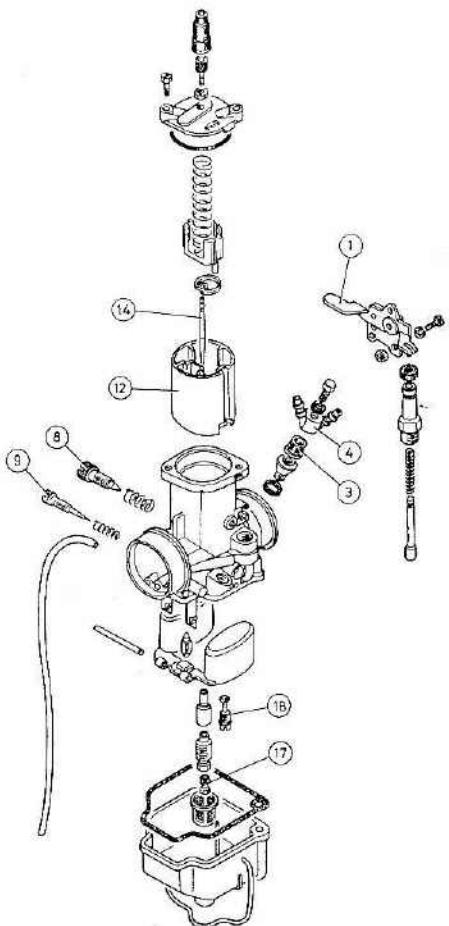

Fig. 11
No obstante, la complejidad de un carburador, a muchos motoristas les interesa conocer sus detalles y particularidades. Para éstos incluimos su dibujo desglosado (Fig. 11).
1. Ajuste de la marcha lenta (ralenti). La marcha lenta adecuada es aquella que permite rodar a muy pocas revoluciones en primera velocidad. Para ello, graduar el tornillo 8 situado en el lado izquierdo del carburador (Fig. 11). Para aumentar o disminuir la marcha lenta se debe roscar o desenroscar dicho tornillo 8.
Para graduar la mezcla se dispone del regulador del aire 9 (Fig. 11), situado en el lado izquierdo del carburador. Para determinar la posición del regulador del aire, poner el motor en marcha lenta, roscar el regulador hasta el fondo y luego desenroscar $\frac{3}{4}$ de vuelta. Si el motor no soporta bien esta graduación, roscar el regulador hasta que el motor tienda a pararse por mezcla demasiado rica. En este momento desenroscar el regulador hasta que el motor tienda a pararse por mezcla demasiado pobre. La graduación más adecuada será la media entre ambas graduaciones.
Cependant, malgré la complexité en général d'un carburateur, beaucoup de motocyclistes désirent en connaître les détails et particularités. Pour cette raison, nous incluons une vue éclatée (Fig. 11).
1. Réglage du ralenti. Le ralenti correct est celui qui permet de rouler en première à peu de tours-minuts. Pour l'obtenir agir sur la vis 8 situé sur le côté gauche du carburateur (Fig. 11). Pour augmenter ou diminuer le ralenti, visser ou dévisser cette vis 8.
Pour régler le mélange, en dispose du régulateur d'air 9 (Fig. 11) situé sur le côté gauche du carburateur. Pour déterminer la position adéquate du régulateur d'air, mettre le moteur à bas régime, visser à fond le régulateur, puis dévisser de trois quarts de tour. Si le moteur ne supporte pas bien ce réglage, visser le régulateur jusqu'à ce que le moteur ait tendance à s'arrêter parce que le mélange est ce que le moteur ait tendance à s'arrêter parce que le trop riche. A ce moment-là, dévisser le régulateur jusqu'à mélange est trop pauvre. Le réglage le plus adéquat sera celui qui est à mi-course entre ces deux réglages.
Although a carbureter is quite complicated, many riders want, to know more about its peculiarities and details, and for them we include an exploded view (Fig. 11).
1. Adjusting the idle. A proper idle allows to run at low r.p.m. in first gear. To obtain this condition, adjust idle screw 8 located on the left side of carbureter (Fig. 11).
To adjust the mixture at idle, use the air screw 9 (Fig. 11) located on the left side of carbureter. To set the air screw, let the engine run at idle, rotate the screw CW until its bottom, and then back it off 3/4 of a turn. If the engine does not idle well at this setting, rotate the air screw CW until the engine dies because the mixture is too rich. Back off the screw until the engine dies because the mixture is too lean. The best setting will be the half distance between both settings.